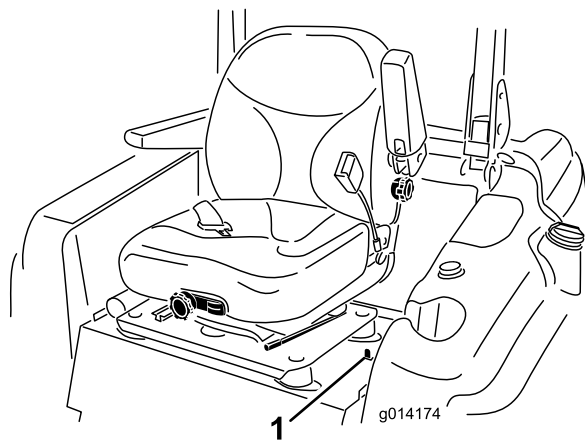

图23
1. 向后移动位于座椅左手侧的座椅闩锁可打开座椅锁定然后向前拉动座椅顶部图23。